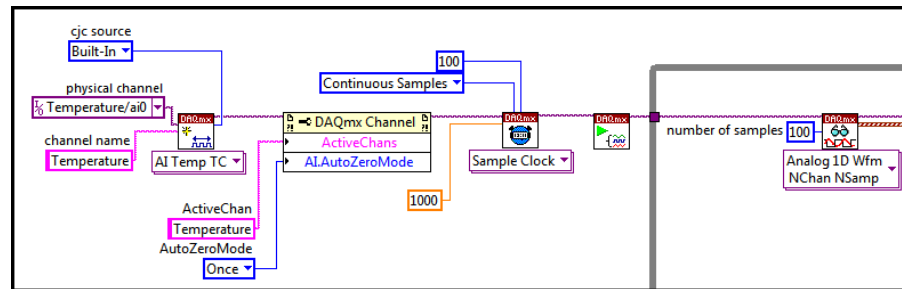

Figura 6. Configure o DAQmx Timing.vi conforme ilustrado.
- c. Clique com o botão esquerdo no VI DAQmx Timing entre o *VI DAQmx Create Channel* e o *VI Start Task*, conforme ilustrado na figura 6.